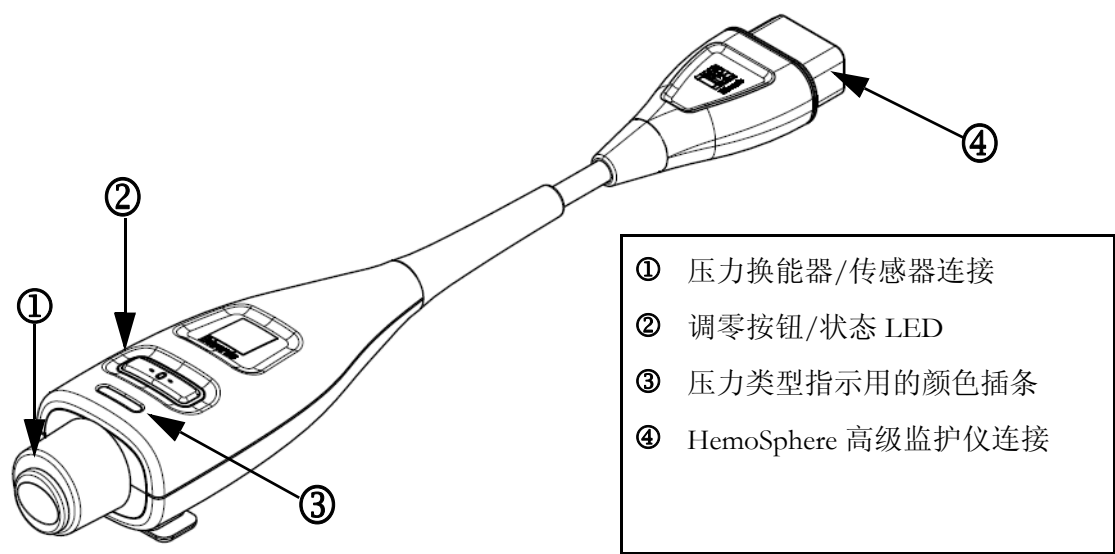

图 10-1 HemoSphere 压力缆线
HemoSphere 压力缆线为可重复使用的设备，其一端 ④ 与 HemoSphere 监护仪连接，另一端 ① 与任何经批准的 Edwards 一次性压力换能器 (DPT) 或传感器连接。请参阅第 126 页上的图 10-1。HemoSphere 压力缆线从兼容的 DPT（例如 TruWave DPT 或 FloTrac 传感器）获取单个压力信号并进行处理。FloTrac 或 FloTrac IQ/Acumen IQ 传感器与现有的动脉导管连接以提供微创血液动力学参数。TruWave 换能器可连接到任何兼容的压力监测导管以提供基于位置的血管内压力。请参阅各导管随附的使用说明，以详细了解如何定位和使用各导管，并了解相关的警告、注意和注释。可基于成对传感器/换能器通过两种技术监测模式对 HemoSphere 压力缆线进行监测：**FloTrac 或 FloTrac IQ/Acumen IQ 传感器监测模式**或 **Swan-Ganz 导管监测模式**。监护模式位于信息栏上（请参见第 80 页上的图 5-19）。HemoSphere 压力缆线的外观和连接点见。
压力类型颜色插条。如果需要，可以在压力缆线上使用适当的颜色插条来指示监测的压力类型。请参见 ③（图 10-1）。颜色如下：
- 红色为动脉压 (AP)
- 绿色表示心排量 (CO)
- 7 通过直直地插入或拔出，连接已灌注的 FloTrac 传感器的绿色接头。环绕归零按钮的压力缆线 LED（请参阅图 10-1 中的 ②）将闪烁绿光，指示检测到压力传感器。黄灯表示故障状态。如果发生这种情况，请参阅状态栏了解具体的故障状态详情。
直接按压力缆线上的物理调零按钮  （参阅图 10-1）。
- 7 通过直直地插入或拔出，将 TruWave DPT 连接至 HemoSphere 压力缆线。环绕归零按钮的压力缆线 LED（请参阅图 10-1 中的 ②）将闪烁绿光，指示检测到 DPT。黄灯表示故障状态。如果发生这种情况，请参阅状态栏了解具体的故障状态详情。